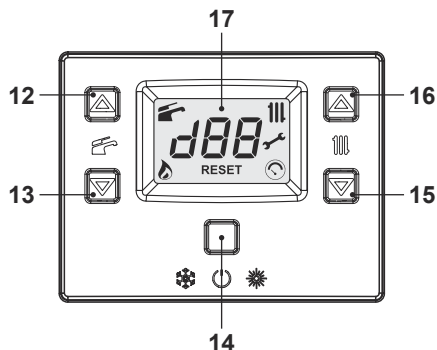
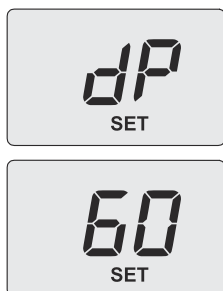
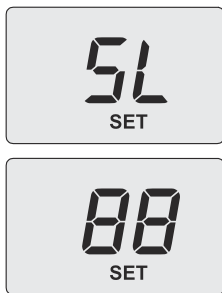

Рисунок 7.2
Рисунок 7.9
Рисунок 7.14
- За допомогою кнопок 12 або 13 (Рисунок 7.2) прокручіть значення налаштувань.
- За допомогою кнопок 15 або 16 (Рисунок 7.2) змініть статус на **dP** (очищення димаря ввімкнено в режимі максимальної потужності ГВП) і натисніть кнопку 14 для підтвердження. На дисплеї з'явиться **dP**, що чергується з максимальною температурою ГВП (Рисунок 7.9).
- Якщо показники тиску не збігаються з даними в таблицях, вийдіть з режиму програмування, натиснувши та утримуючи кнопку 14 (Рисунок 7.2) протягом 2 секунд, і перейдіть до наступних операцій калібрування.
- Увійдіть в режим програмування, натиснувши та утримуючи кнопки 14, 15 і 16 протягом 10 секунд (Рисунок 7.2), доки на РК-дисплеї не з'являться літери **Pr**, що чергуються з номером параметра **01**, вказуючи на вхід у «параметр 01» (Рисунок 7.3).
- Збільште чи зменште значення за допомогою кнопок 16 або 15 (Рисунок 7.2). Зачекайте 3 секунди, поки тиск газу стабілізується, а потім зчитайте значення на манометрі. **Не забувайте підтримувати тенденцію до збільшення.**
- Натисніть кнопку 12 (рис. 7.2), щоб відкалібрувати мінімальний тиск газу. На дисплеї з'явиться **SL**, що чергується з параметром абсолютної мінімальної потужності та повідомленням **SET** (налаштовано) (Рисунок 7.14).
- Збільште чи зменште значення за допомогою кнопок 16 або 15 (Рисунок 7.2). Зачекайте 3 секунди, доки тиск газу стабілізується, а потім зчитайте значення на манометрі. **Не забувайте підтримувати тенденцію до зменшення.**
- Утримуйте кнопку 13 (Рисунок 7.2) натиснутою протягом 5 секунд, щоб зберегти значення.
- Натисніть кнопку 12 (Рисунок 7.2), щоб перевірити максимальне встановлене значення і, за необхідності, відкоригувати його, дотримуючись описаної вище процедури.
- Натисніть кнопку 12 (Рисунок 7.2), щоб перевірити мінімальне встановлене значення і, за необхідності, відкоригувати його, дотримуючись описаної вище процедури.
- Натисніть кнопку 13 (Рисунок 7.2) для зміни значення параметра 18 з **01** на **00**, що увімкне індикацію Lc 26.
- Натисніть кнопку 15 (Рисунок 7.2) для підтвердження введеного значення.
- Натисніть кнопку 12 (Рисунок 7.2) для зміни значення параметра 18 з 00 на 01, що вимкне індикацію Lc 26.